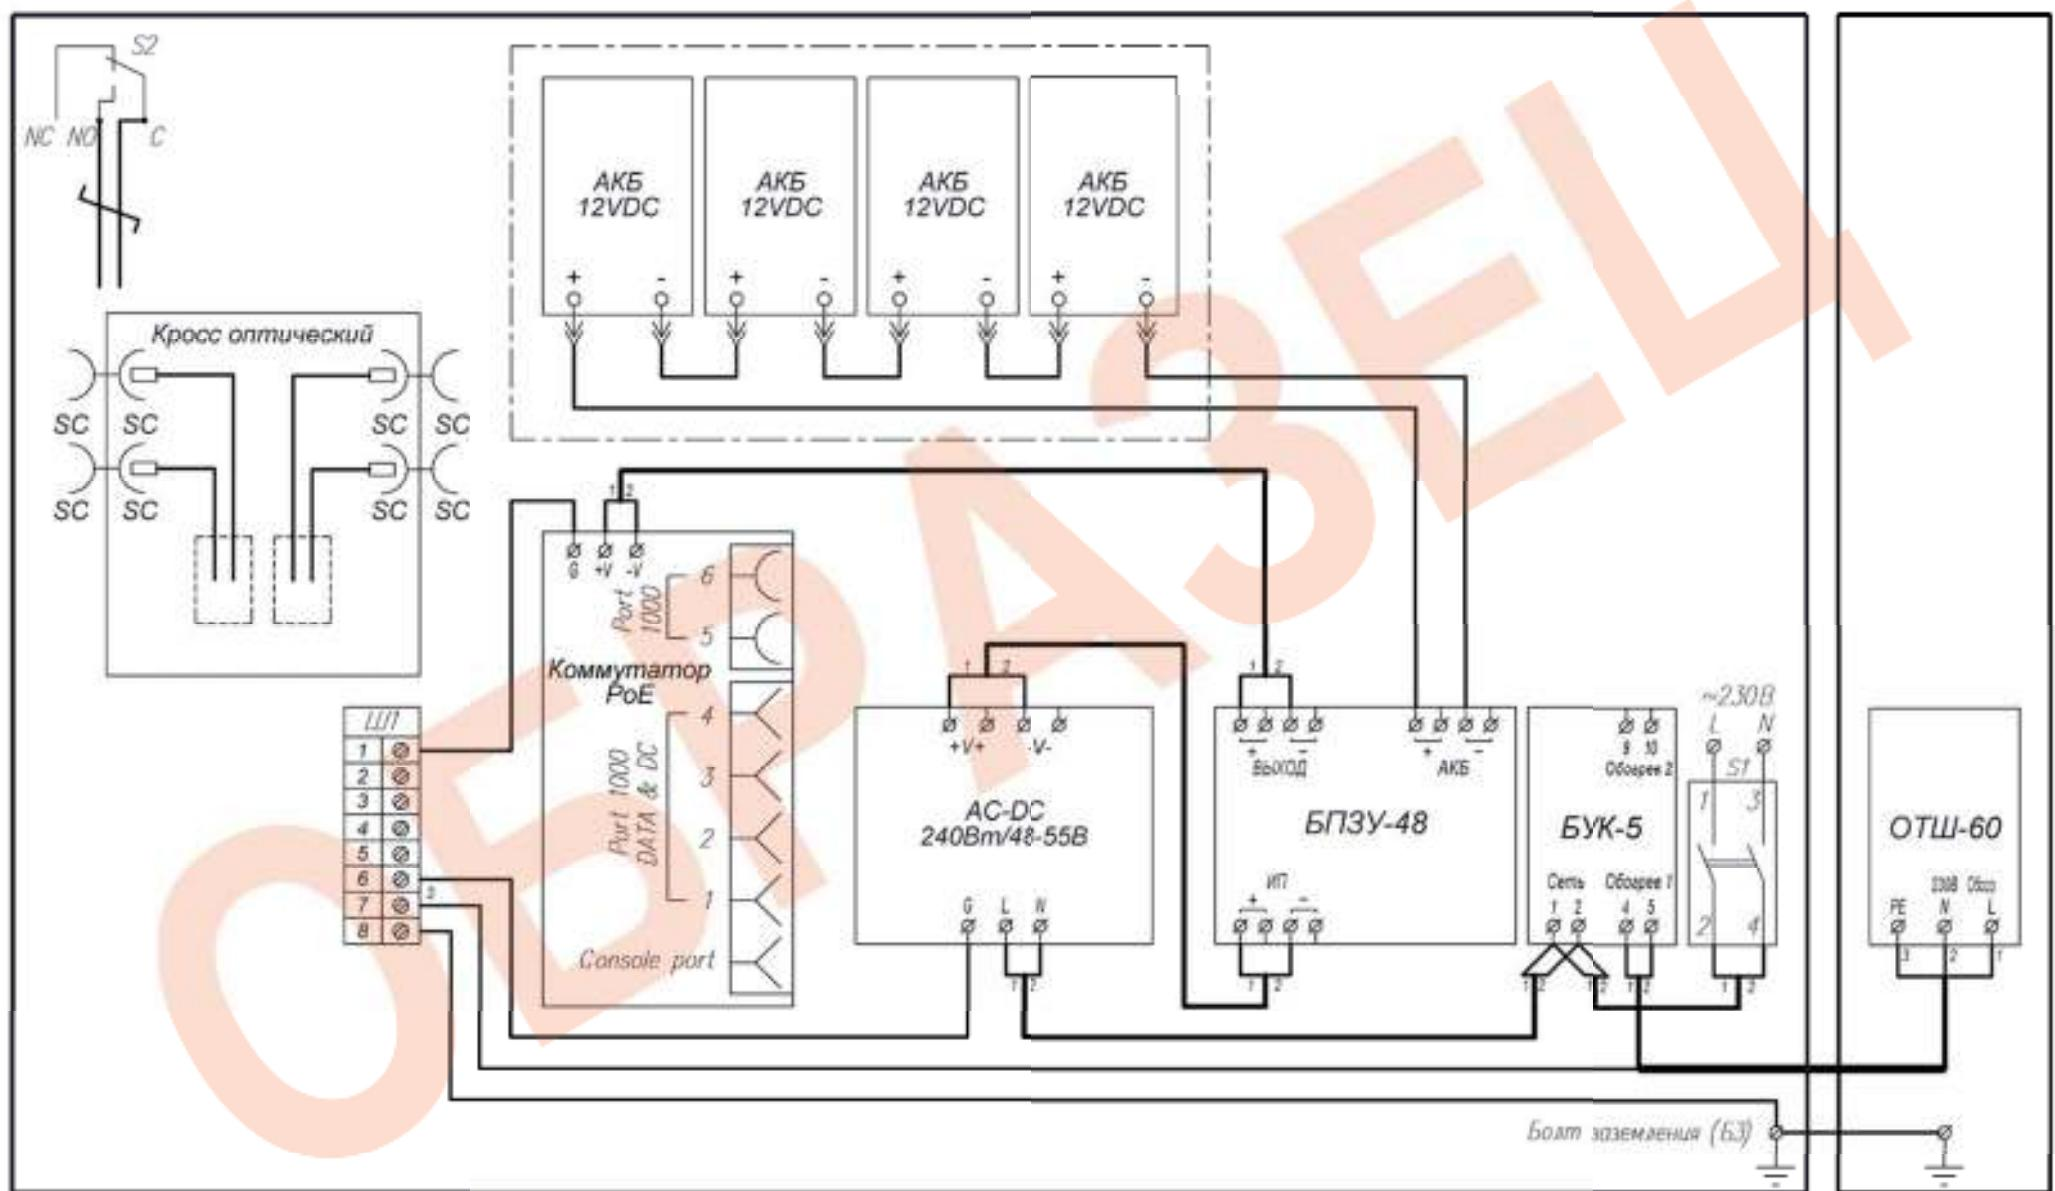

Рис.1 Схема электрическая принципиальная
1. Заземлить изделие при помощи болта заземления (Б3) (рис.1).
4. Подключить АКБ к БПЗУ-48 согласно схеме (рис.1).
7. Подключить кабель питания к входу автомата питания S1 (сечение подключаемых проводов до 25 мм2), при этом фазный провод (L) соединить с контактом 1, нулевой провод (N) с контактом 3.